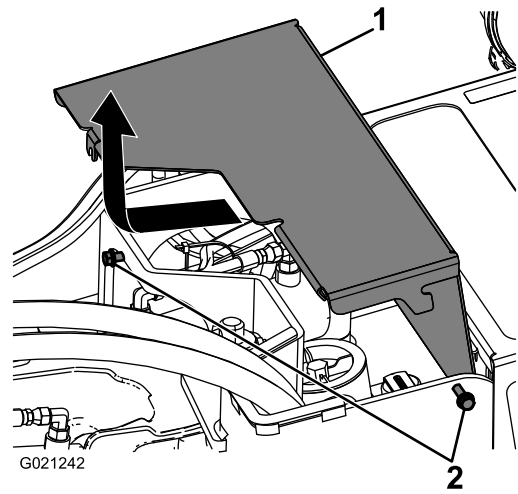

Figura 24
3. Desaperte os dois parafusos que fixam a cobertura frontal à máquina (Figura 24).
4. Deslize a cobertura ligeiramente para a frente e levante para retirar a cobertura (Figura 24).
5. Para instalar a cobertura frontal, deslize a cobertura para o sítio e fixe-a com os dois parafusos que desapertou anteriormente (Figura 24).